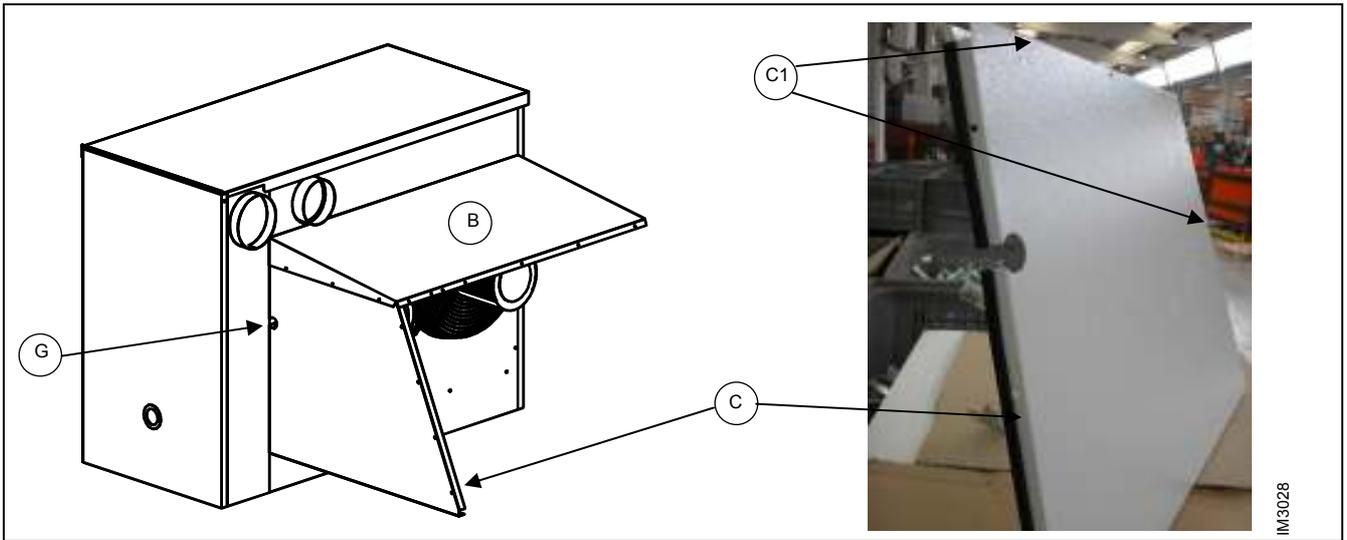

Рисунок 12 - РАЗМЕЩЕНИЕ УПЛОТНЕНИЯ И УСТАНОВКА ПРИЖИМА ПРОВОДА И ЛЕВОЙ БОКОВИНЫ ВОЗДУХОЗАБОРНОГО РАСТРУБА
2. Разместить уплотнение на левой боковине С, смотри Рисунок 12. Вставить прижим провода в паз G. Нанести силикон из комплекта на обе стороны боковины, в которой выполнены отверстия (С1) и затем закрепить с помощью винтов М4 с шестигранной головкой.